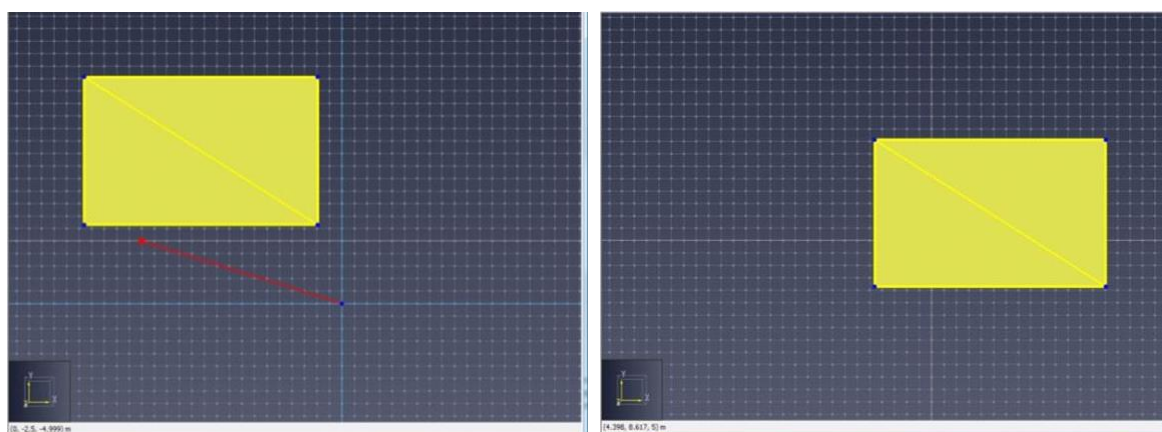

Figure 9.2 : déplacer graphiquement un objet
- Graphiquement** : cette manipulation est plus facile à réaliser dans l'une des vues 2D. Pour déplacer un objet graphiquement, cliquez sur deux points dans le modèle. Le vecteur entre le premier point et le second détermine l'offset du mouvement. Les objets déplacés graphiquement ne peuvent bouger que parallèlement au plan de vue de la caméra. Les étapes pour déplacer graphiquement des objets sont présentées à la figure 9.2.